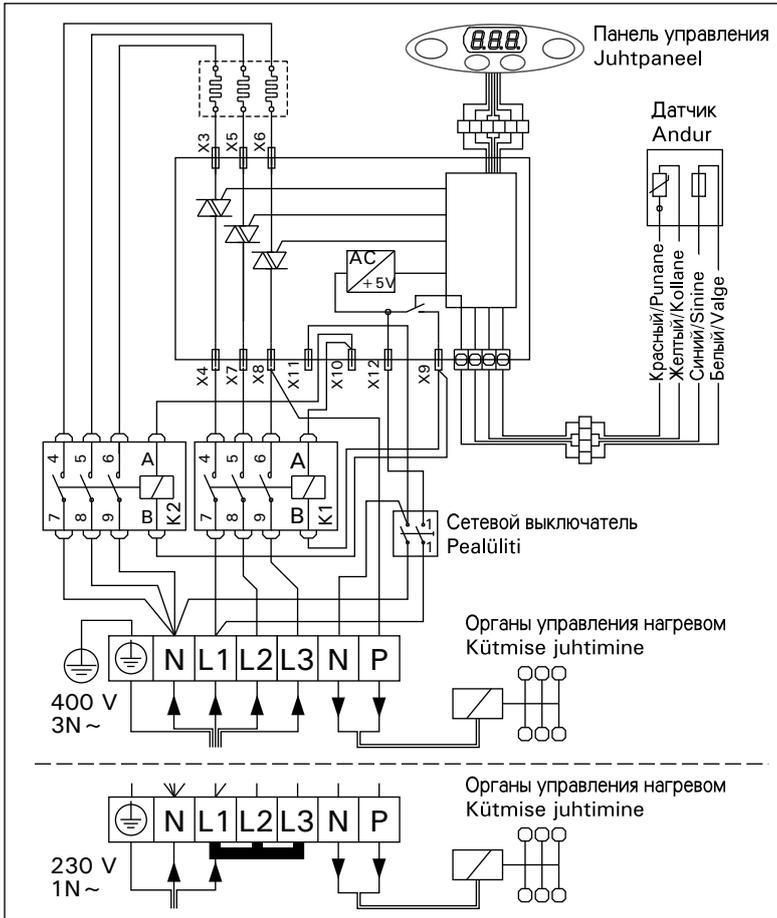

Рисунок 8. Подключение каменок PI
- Кроме разъемов питания каменки PI оснащены также разъемом (P), который делает возможным управление электрическим нагревом (см. рис. 8). Кабель управления электро-отоплением подводит прямо к розетке каменки и дальше с помощью
- Peale vooluvarustuse ühendusklemmide on PI-kerised varustatud ühendusega (P), mis võimaldab kütmist juhtida. Vt. joonis 8. Kütmise juhtimise kaabel on toodud otse kerise ühenduskarpi ning sealt kerise terminaalblokki piki sama jämedusega kummiisolatsiooniga kaablit, mis ühenduskaabelgi.